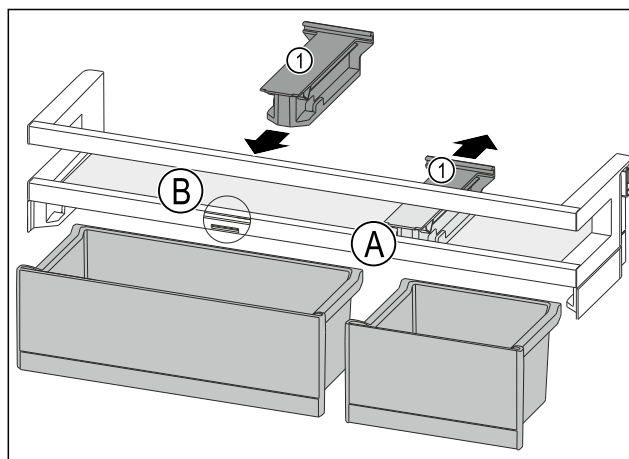

Fig. 135
- ▶ Largoni nga prapa pjesën mbajtëse Fig. 135 (1) në pozicionin Fig. 135 (A).
- ▶ Vendosni pjesën mbajtëse Fig. 135 (1) në pozicionin Fig. 135 (B).